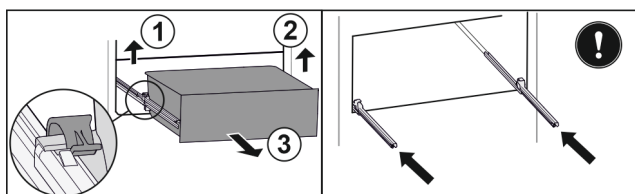

Fig. 144
- ▶ Linker klem optillen en gelijktijdig lade links naar voren trekken. Fig. 144 (1)
- ▶ Rechter klem optillen en gelijktijdig lade rechts naar voren trekken. Fig. 144 (2)
- ▶ Lade naar voren toe verwijderen. Fig. 144 (3)